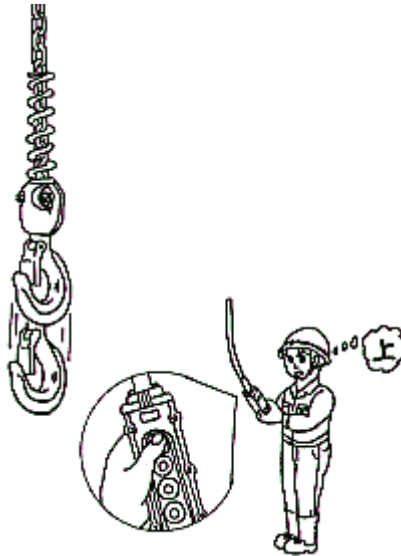

図3 表示通りに動くか
(1)押ボタンスイッチの表示方向通りクレーンが動くか確認を行ってください。(図3)